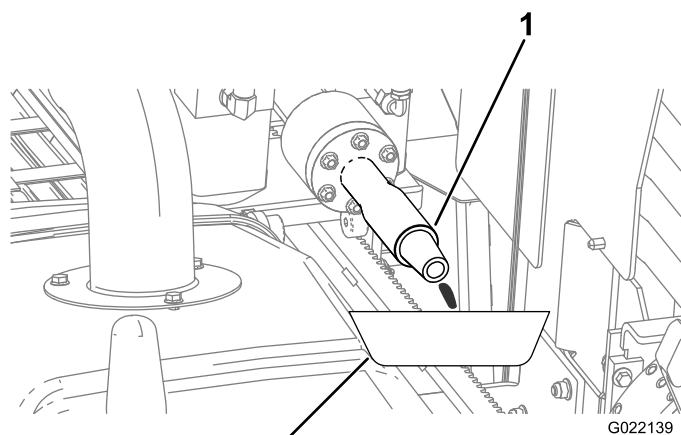

Figura 113
- B. Posicione uma bandeja de drenagem sob o mandril para coletar o excesso de anticongelante (Figura 113).
- D. Quando o anticongelante escoar pelo mandril (Figura 113), desligue a bomba.